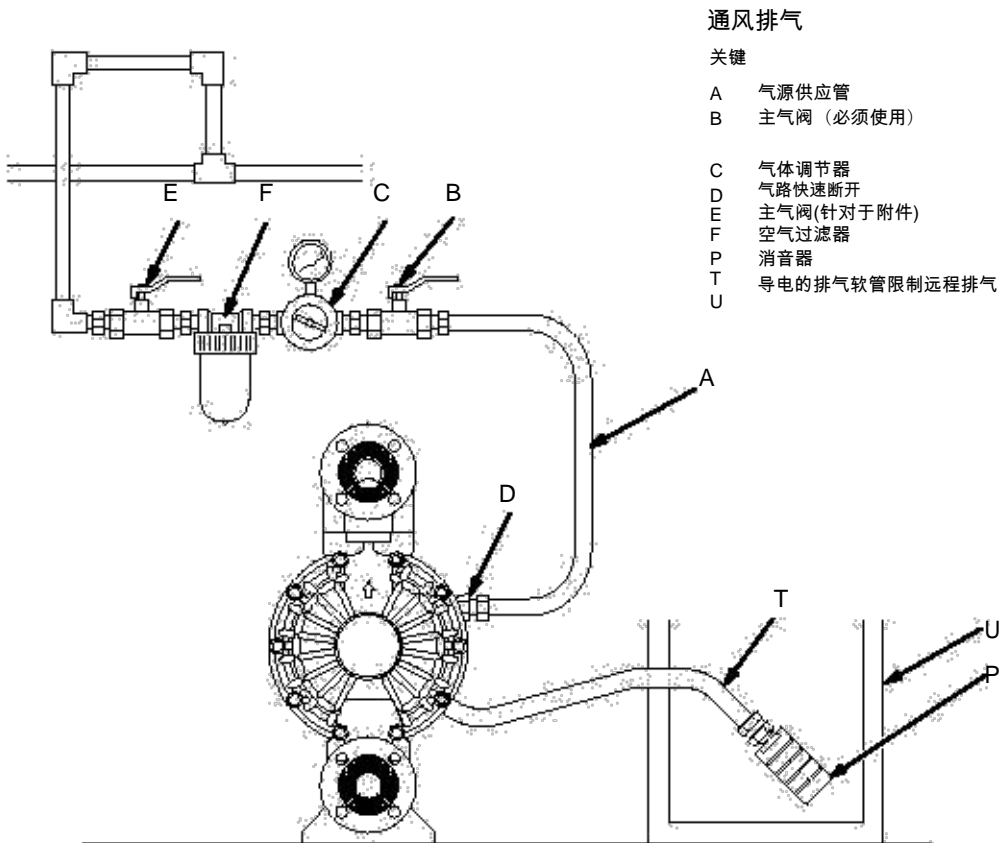

Fig. 6
2. 安装导电的排气软管 (T) 同时将消音器(P) 连接到软管另一端。最小尺寸的排气软管为 19 mm ID. 如果需要的软管的长度大于 4.57 m 那使用大直径的软管. 避免尖锐弯曲或打结的软管. 见图 6
在流体传输中如果隔膜故障会引起渗漏到空气中. 在尾排管末端放个合适的容器以盛放留下来的流体. 见图6 .